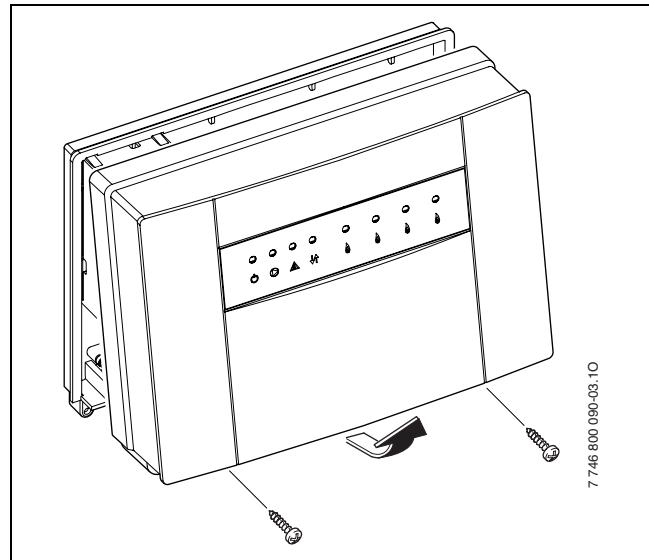

Рис. 7
- ▶ Відкрити корпус модуля ICM (головний ICM) (→ рис. 7).
- ▶ Закрити корпус модуля ICM (головний ICM) (→ рис. 7).